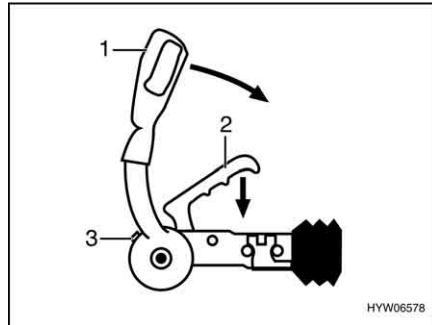

Bild 3 Sicherheitskupplung
- Stabilisierungshebel (Bild 3,1) bis zum Anschlag nach oben ziehen.
- Kupplungsgriff (Bild 3,2) nach oben ziehen.
- Sichtkontrolle durchführen: Der grüne Zylinder der Sicherheitsanzeige (Bild 3,3) muss sichtbar sein.
- Die Stabilisierungseinrichtung aktivieren. Dazu den Stabilisierungshebel (Bild 3,1) bis zum Anschlag nach unten drücken.